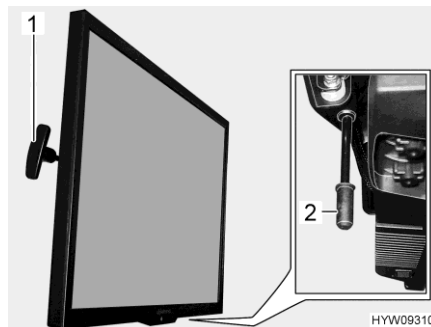

Bild 87 Flachbildschirm
- Griff (Bild 87,1) ziehen und halten. Der Flachbildschirm ist entriegelt.
- Griff (Bild 87,2) nach unten ziehen und halten. Der Flachbildschirm ist entriegelt.